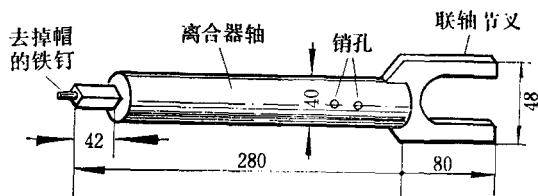

图5 离合器轴
4. 离合器轴 如图5所示。它是用长280毫米、直径40毫米的圆木棍制成,圆木棍的左端成方柱形,方柱部分截面为 24×24 毫米²,长40毫米,其端面钉入一个圆钉,并去掉钉帽作为轴。右端固定上一个用木板做成的联轴节叉。靠轴右端有两个插销孔。